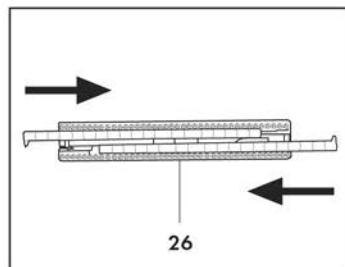

Fig. 10
Pour monter le châssis-brosse pour moquettes et tapis (26), introduire les brosses dures dans les glissières prévues à cet effet, avec les languettes orientées vers l'intérieur (**Fig. 10**).